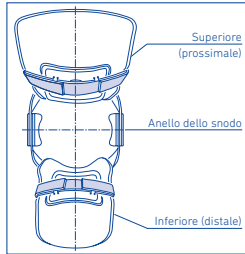

Fig. 3: Casseto anteriore
- due cuscinetti poplitei (Fig.3) permettono di realizzare il sistema a 4 punti, p. e. con instabilità anteriore (cassetto).